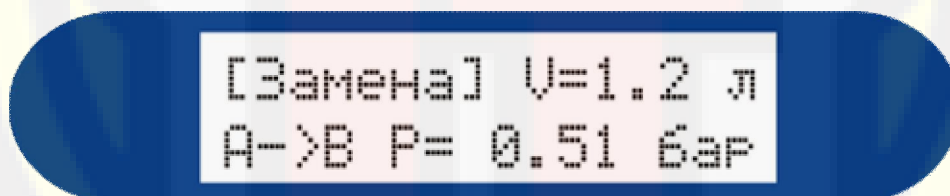
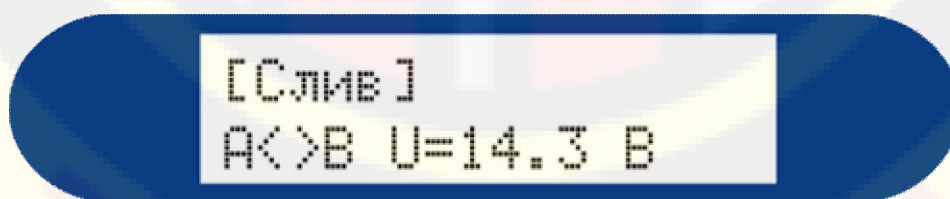

Рисунок 2
Рисунок 3
В правой части дисплея отображается объём замененного масла в литрах и значение давления в кольце (рис. 2). Объём замененного масла отображается при запуске режимов «ЗАМЕНА», «ЗАПРАВКА» и «ДОЛИВ» и фиксируется при завершении данного процесса. При каждом запуске режима величина объёма замененного масла начинается с нуля. Показания объёма масла является примерным и не может использоваться для метрологического и коммерческого учета. Во время работы режимов «ЗАМЕНА», «ЗАПРАВКА» и «ДОЛИВ» отображается значение давления, создаваемое насосом установки. В режиме «СЛИВ» в правой части дисплея (рис. 3) отображается значение напряжения на аккумуляторной батарее обслуживаемого автомобиля.
3. Нажимая кнопку  установите в верхнем левом углу дисплея надпись [СЛИВ] (рис. 3). Затем нажмите кнопку <START>. Включится режим удаления жидкости из АКПП.